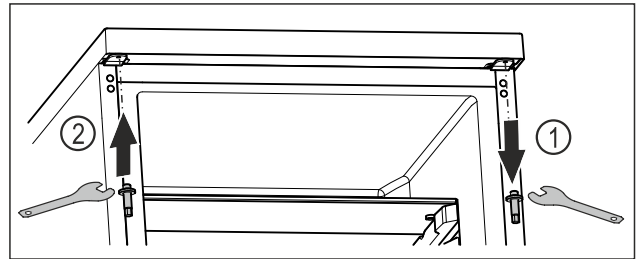

Fig. 15
- ▶ S ključem z zunanjim šestkotnikom odvijte zgornji sornik. Fig. 15 (1)
- ▶ S ključem z zunanjim šestkotnikom trdno privijte sornik na nasprotni strani. Fig. 15 (2)